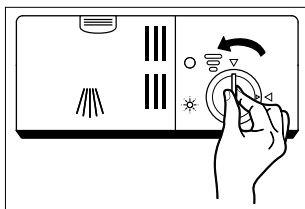

Abb. 9
- ▶ Drehen Sie den Deckel des Klarspülbehälters (6) gegen den Uhrzeigersinn auf den linken Pfeil und nehmen den Deckel ab (siehe **Abb. 9**).